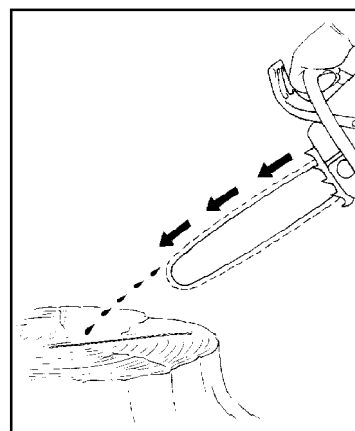

Рисунок 15 - Проверка работы системы смазывания цепи пильной
2.2.9.2 Обратит внимание на размеры масляного следа, см. рисунок 15. Если масляный след увеличивается, считается, что система смазки цепи пильной работает безупречно. Если масляный след не увеличивается, см. 3.2. Работа цепи пильной без смазки не допускается.